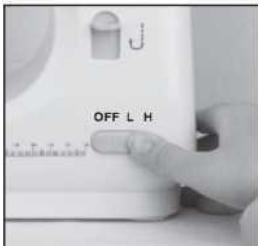

Abb.9
4. Schieben Sie den Netzschalter in die Position "Niedrige Geschwindigkeit" oder "Hochgeschwindigkeit", und die Maschine beginnt automatisch mit dem Nähen. Für Anfänger empfehlen wir die niedrige Geschwindigkeit (Abb. 9).